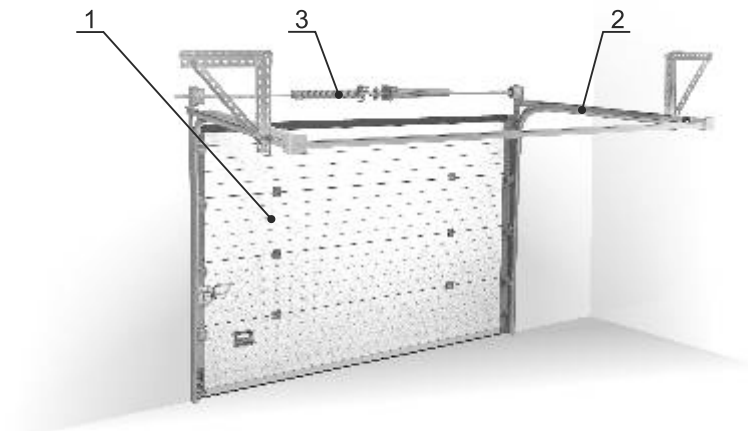

Рисунок 1. Конструкция секционных ворот ZAIGER со стандартным типом подъёма
Секционные ворота ZAIGER представляют собой конструкцию (рисунок 1), состоящую из полотна ворот (1), системы направляющих профилей (2) и уравнивающего механизма (3).